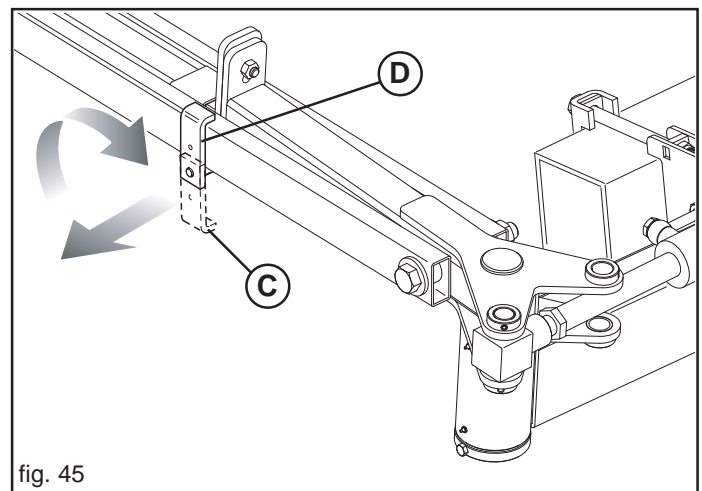

fig. 45
Durant le travail, laisser l'arrêt dans la position (C, Fig. 45) nécessaire pour permettre au bras traceur de suivre le mouvement du sol. Avant de refermer l'équipement en position de transport, bloquer le bras traceur en tournant l'arrêt en position (D).